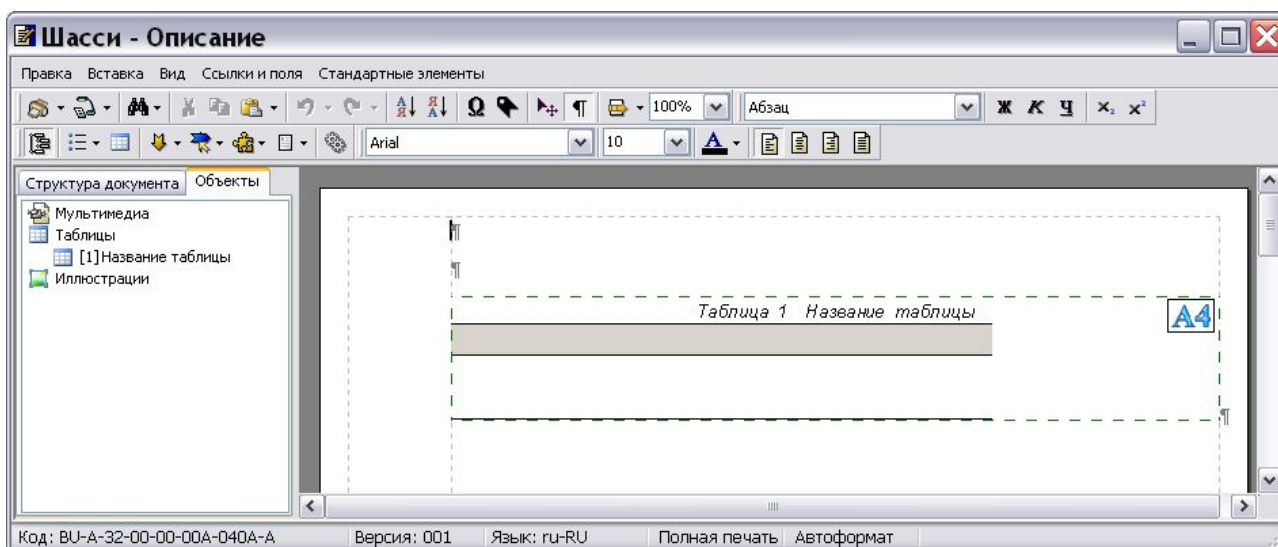

Рис. 3.92
- Для того чтобы преобразование произошло, выйдите из редактора модуля данных с сохранением изменений и войдите в него снова. Результат преобразования показан на Рис. 3.92. На вкладке **Объекты** появилось название формальной таблицы.